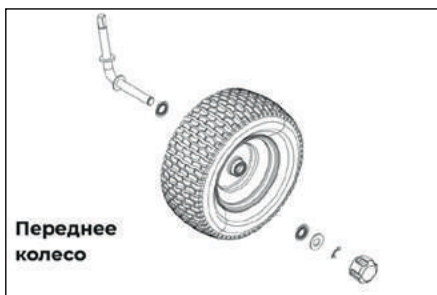

Рис. 16
10.3.1 Замена колёс (рис. 16 и 17)